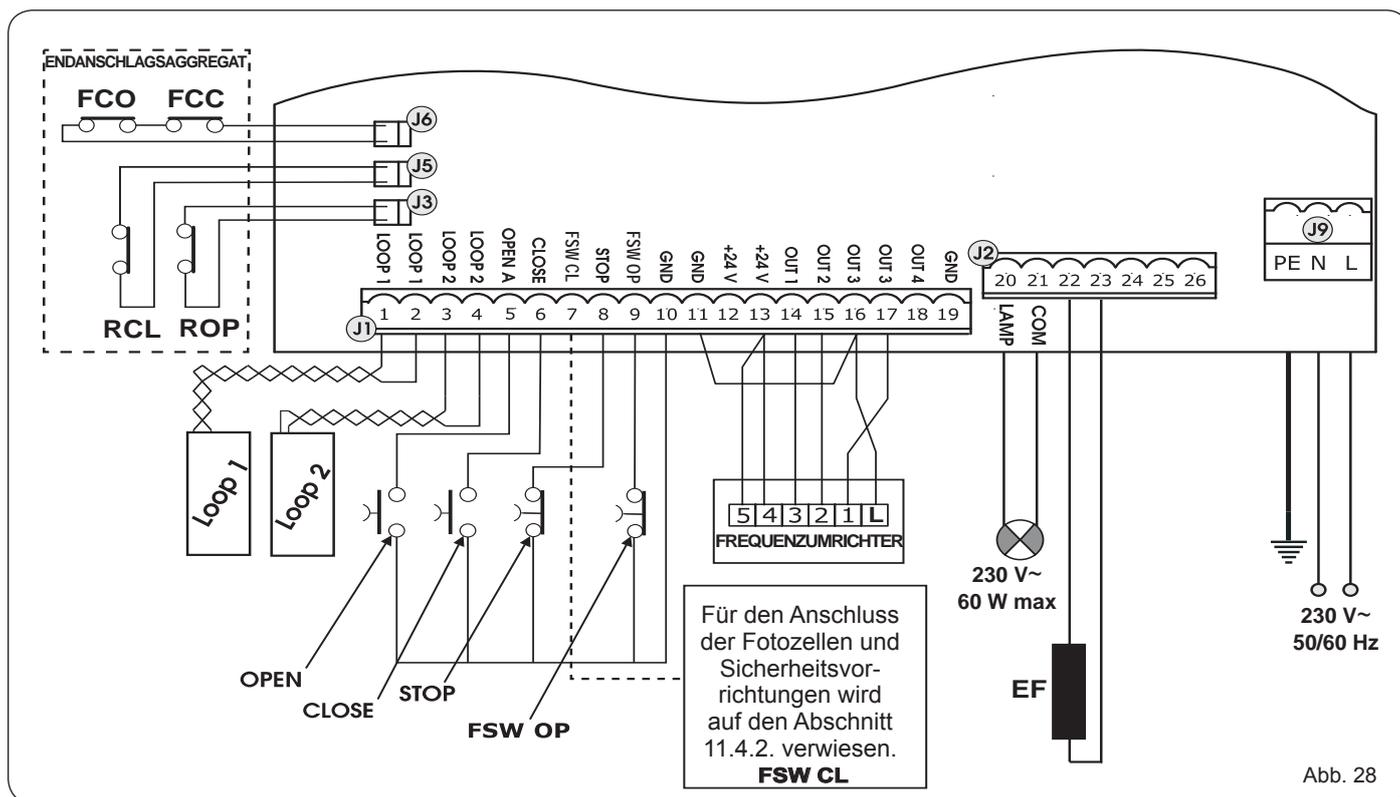

Abb. 28
- Das Erdungskabel an die entsprechende Klemme am Verbinder J9 des Geräts anschließen (siehe Abb.28).
11.4.1 KLEMMLEISTE J1 - ZUBEHÖRTEILE (ABB. 28)
! Um den einwandfreien Betrieb des Systems sicherzustellen, darf die in Abb. 28 angegebenen Leistung nicht überschritten werden.
11.4.4 KLEMMLEISTE J2, BLINKLEUCHTE (ABB.28)
11.4.6 STECKVERBINDER J3, J5 - SCHNELLVERBINDER ENDANSCHLAG BEIM ÖFFNEN UND SCHLIESSEN (ABB. 28)